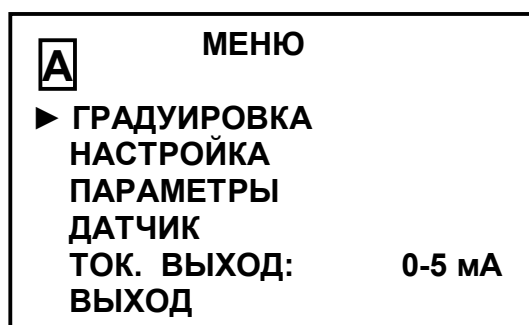

Рисунок 1.10
1.5.5.3 Работа с экранным МЕНЮ [A] и МЕНЮ [B] (рисунок 1.10)